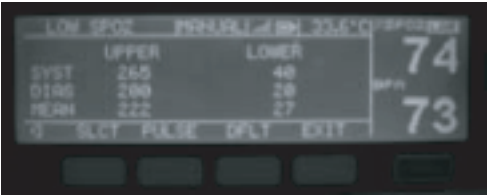

Figure 10 : Paramétrage des limites de l'alarme NIBP
- Appuyer sur **LIMIT** suivi par **NIBP** pour voir les limites supérieures et inférieures de systolique, diastolique et moyen. Se référer à la Fig.10.